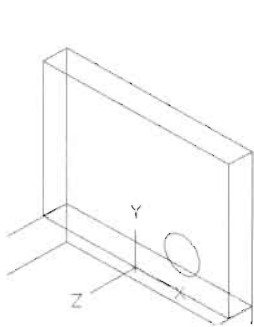

图 12-99
(5) 在命令行中输入 C 命令，以点 (20, 15) 为圆心，绘制一个半径为 7.5 的圆，如图 12-99 所示。